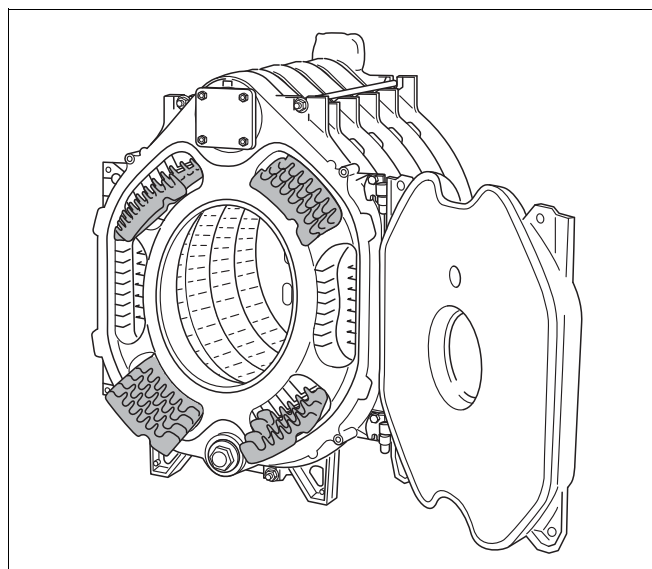

Рис. 27 Направляющие пластины дымовых газов
- Достать направляющие пластины из ящика с деталями котла и, в соответствии с **литыми надписями**, вложить в газоотводящие каналы (см. рис. 27 и нижеприведенную таблицу).